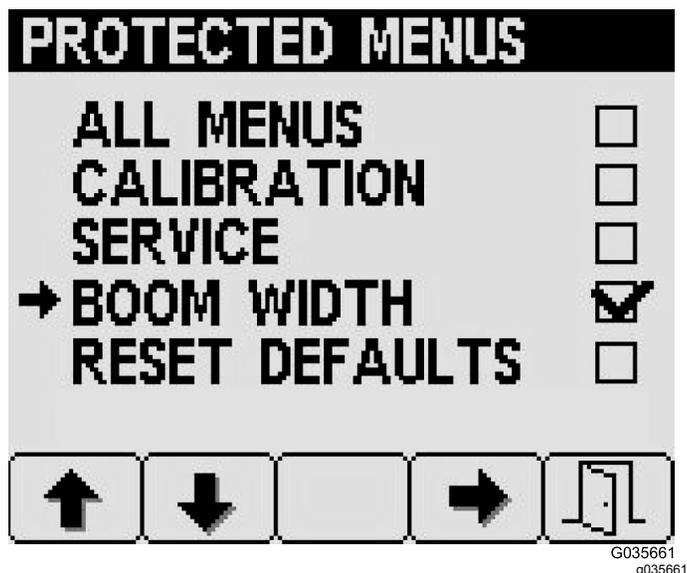

Figura 30
3. Pulse el botón 4 para seleccionar o deseleccionar los elementos individuales a proteger (Figura 30).